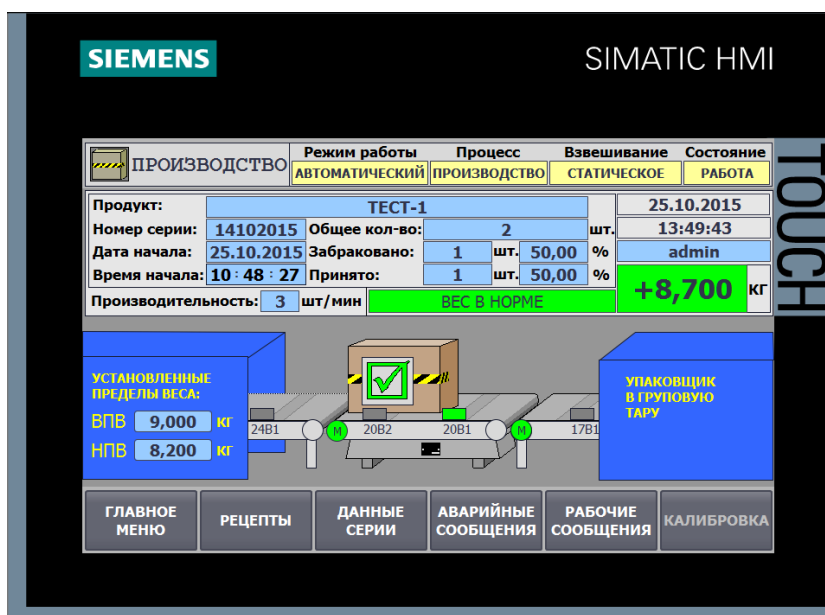

Рис.48
- «ВЕС В НОРМЕ» - если «НПВ < РЕЗУЛЬТАТ < ВПВ» (рис.48).